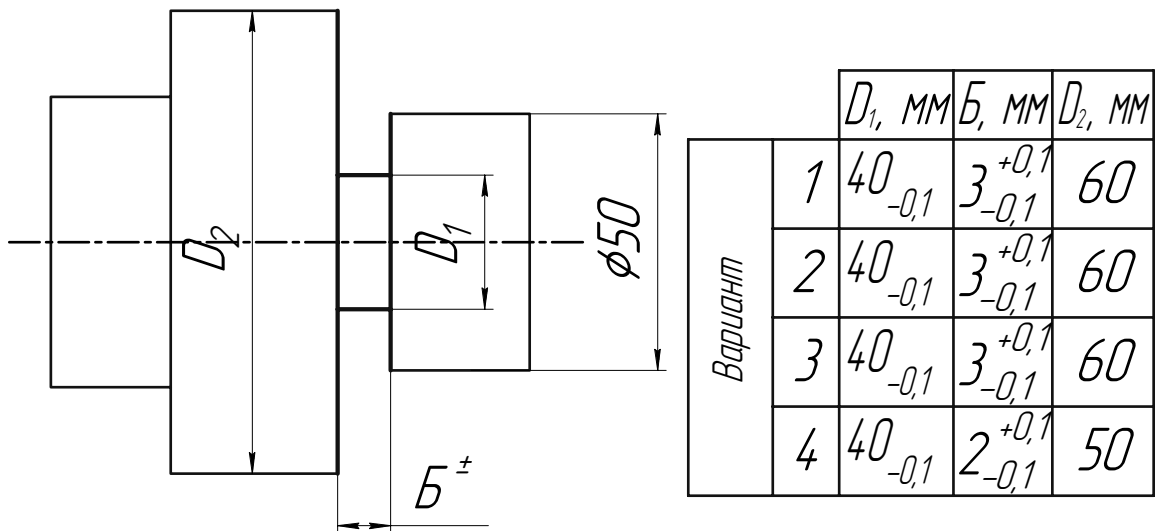

Рис. 2. Подрезание торцов и обработка диаметральных канавок
2. Подрезание торцов (см. рис. 2).
3. Обработка диаметральных канавок (см. рис. 2).